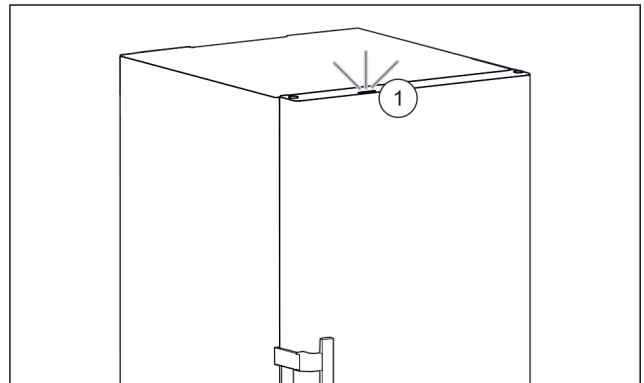

Fig. 56 Aktywna kontrolka statusu przy zamkniętych drzwiach
- ▷ Kontrolka statusu Fig. 56 (1) jest aktywna.